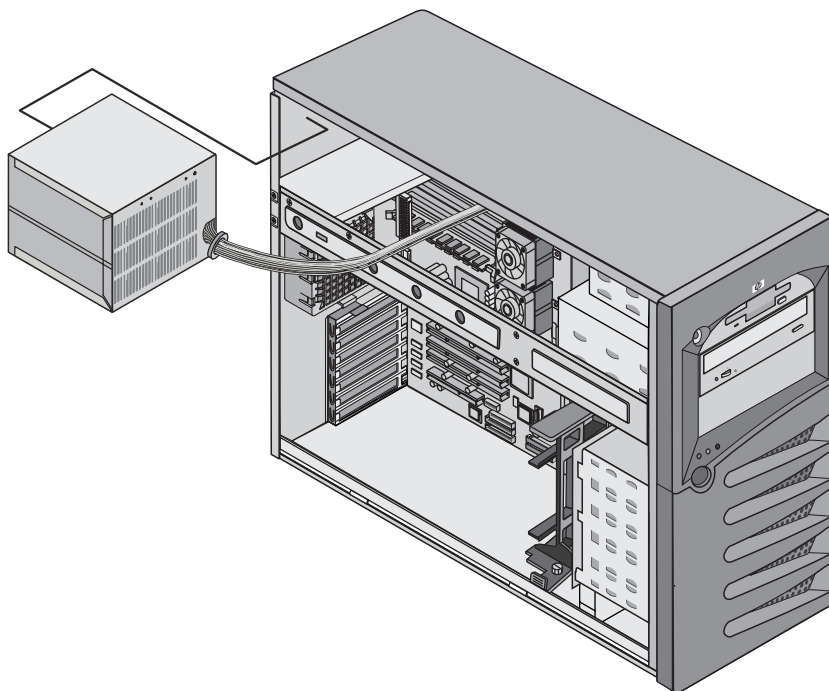

Figura 5-2: Rimozione dell'alimentatore
9. Rimuovere le quattro viti che assicurano l'alimentatore al telaio. A queste viti si accede dalla parte posteriore del sistema. Fare riferimento alla figura 5-2.